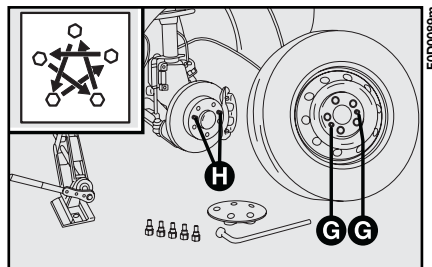

fig. 7
7) Montare la ruota di scorta, facendo coincidere i fori **G**-fig. 7 con i relativi perni **H**. Nel montare la ruota di scorta, assicurarsi che le superfici di appoggio della stessa, siano pulite e prive di impurità che potrebbero, successivamente, causare l'allentamento dei bulloni di fissaggio.
10) Stringere a fondo i bulloni, passando alternativamente da un bullone a quello diametralmente opposto, secondo lo schema illustrato in **fig. 7**.